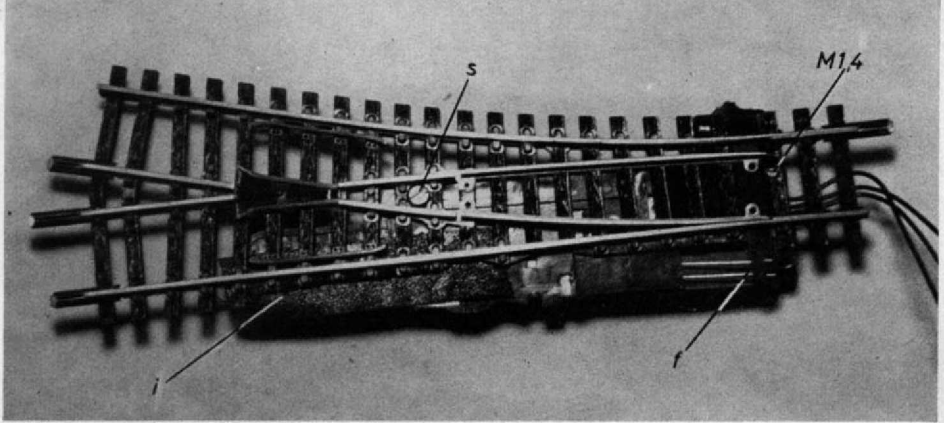
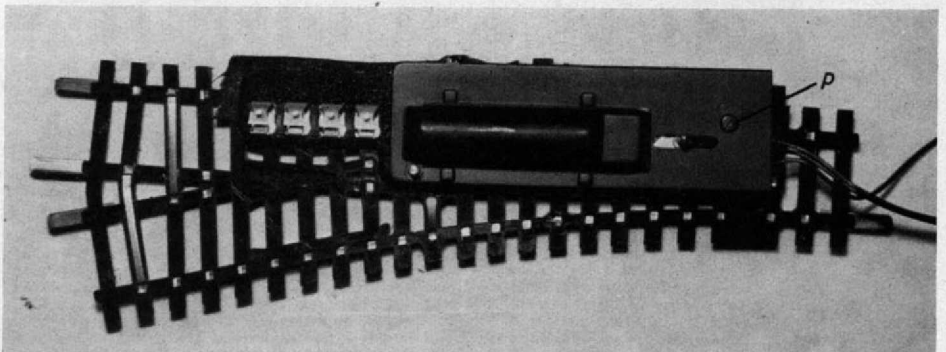
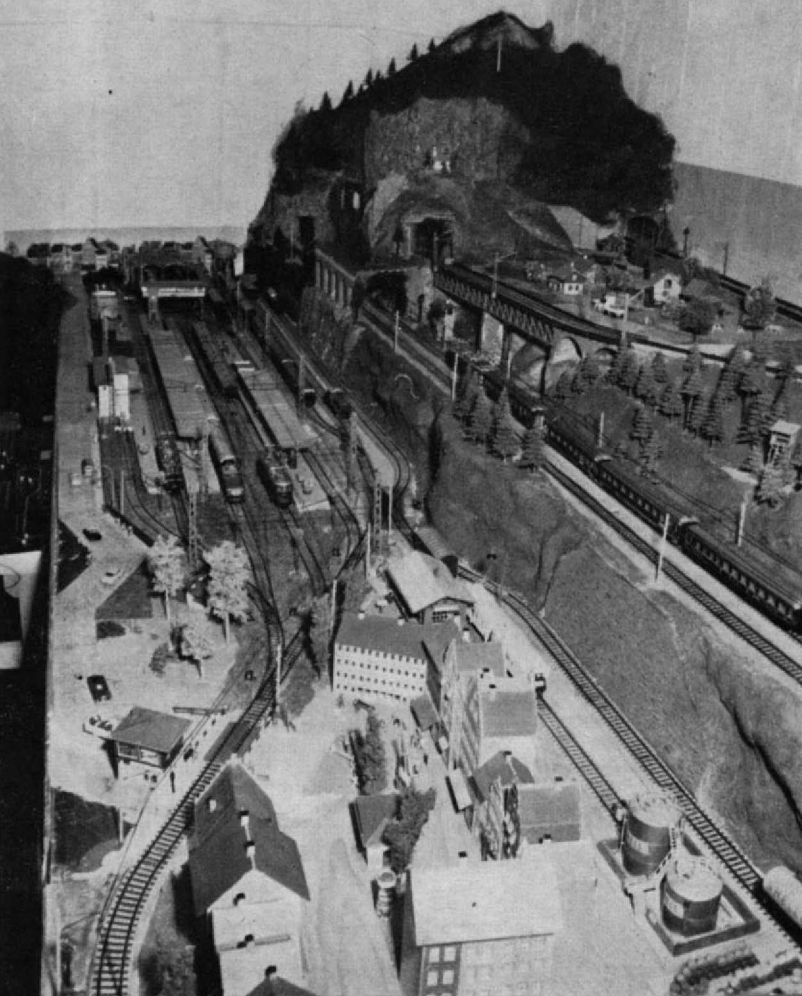

Abb. 2. Die nach dem Umbau wieder montierte Weiche mit dem nach unten „umgeklappten“ Antrieb (von oben gesehen).
Abb. 3. Von unten betrachtet bietet die umgebaute Weiche diesen Anblick.
Abb. 1 (Vergleich zu
Abb. 1. Die ersten drei Grundtypen der Piko-9-mm-Bahn: Diesellok V 180, gedeckter Güterwagen und offener Güterwagen im Größenvergleich zu einem Damen-Finger. Der weiterhin noch lieferbare zweite offene Güterwagen entspricht in der Form dem hier abgebildeten, ist jedoch aus (leider etwas transparentem) giftgrünem Kunststoff.
Abb. 2. Ein Piko- und ein Arnold-Wagen bieten – miteinander gekuppelt – von oben dieses Bild. Der Pufferabstand ist, wie man sieht, recht erheblich und die Kupplung selbst kann kaum mit der Arnold'schen (links) konkurrieren.
2. Plastikteil, auf dem der Antrieb montiert ist, vom Gleisteil vollkommen absägen (mit Laubsäge), dabei Zuführungen zu den Umschalter-Kontakten mit durchsägen. Der Schnitt ist nicht gradlinig (siehe Abb. 1).
Abb. 1. Die in die zum Umbau benötigten Einzelteile zerlegte Fleischmann-Weiche. Der Antriebsteil ist nicht mit einem geradlinigen Schnitt abzutrennen, sondern etwa so „gekurvt“, wie hier zu sehen.
3. Bei a, b und c (Abb. 1) kleine Stücke aus dem Plastikkörper aussägen und bei b und c die Kontakt-Blechstreifen nach unten umbiegen; damit sind diese wieder festgelegt.
5. Antrieb einfach nach unten umklappen, also Rücken an Rücken mit dem Schwellenrost (siehe Abb. 2 und 3). Dabei ein Stück Isolierband i zwischen Anschlüsse und Gleis legen (siehe Abb. 1 und 2).
6. M 2-Senkschraube s (10 mm lang, mit kleiner Unterlagscheibe aus Plastik, siehe Abb. 1) von oben in der Nähe des Herzstückes zwischen zwei Schwellen nach unten durch das aufgebohrte Loch d des Weichenantriebes stecken (Abb. 2) und das Ganze mit einer M 2-Mutter zusammenhalten.
7. Weichenantrieb nun zusammenbauen: Zuerst Schaltstück und Federn einsetzen; dabei passen die Federn (f in Abb. 2) genau wieder in die Zungenstellschwelle Z, nur eben von unten. Anker dann ebenfalls einsetzen.
8. Damit der Antrieb noch an einem zweiten Punkt mechanisch mit dem Gleiskörper verbunden ist, wird er mit einer M 1,4-Schraube befestigt (siehe Abb. 2). Deshalb Weichenantrieb zunächst so justieren, daß er einwandfrei umschaltet. Dann für die M 1,4-Schraube ein Loch mit 1,5 mm  $\varnothing$  bohren und beide Teile mit dieser Schraube und einer Mutter befestigen.
9. Der Antriebsdeckel kann nun mit der dafür vorhandenen Plastikschrabe p (Abb. 3) und, wenn man will, auch noch mit einer M 2-Mutter (Schraube s, Abb. 2) befestigt werden.
Abb. 2 (Vergleich zu Abb. 1, Heft 15/XV, S. 653). Im Vordergrund: Kopfbahnhof „Neustadt“ mit Gleisbildstellpult. Oben rechts Bf. „Blausee“ (ebenfalls mit Kopfbahnhof). Mitte: Touropazug von Trix mit Märklinradsätzen und -Kupplungen und Ae 6/6 auf der Ringstrecke. Die Signale im Bahnhof „Neustadt“ stammen von Heless.
Unter der vorderen Doppelgleisstrecke, dort wo gerade die Ae 6/6 den Touropa-Sonderzug nach „Lindau“ bringt (Abb. 2), befindet sich auf Ebene „O“ ein verdeckter, von innen zugänglicher viergleisiger Abstellbahnhof, auf dem ganze Zugarnituren von 150–200
Gefahren wird mit Märklin-Wechselstrom mit vier Trafos (je einer für die beiden Bahnhöfe und zwei für die Ringstrecke). Der Rangierbetrieb im Hauptbahnhof erfolgt durch die E 63 mit echtem Oberleitungsbetrieb. Die ganze Anlage wird von dem in Abb. 2 sichtbaren (einfachen) Gleisbildstellwerk bedient. Unterirdische Gleisstrecken und Abstellgleise werden durch Besetzanzeigen und Blinklichter kontrolliert, so daß sich so leicht kein Zug irgendwo verstecken kann.